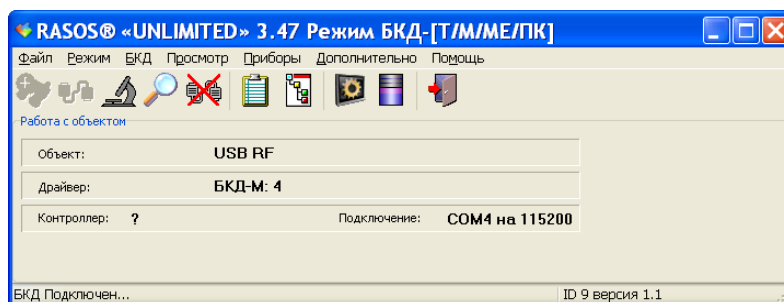

Рисунок 7 - Радиомодуль USB-433 подключен
6) Выполнить поиск виртуальных устройств, подключенных к виртуальному БКД-М, нажав на кнопку «Поиск устройств»  (рисунок 7).